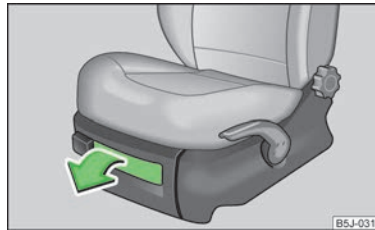

Fig. 67
- Pentru deschiderea clapetei, trageți de mâner » fig. 67.